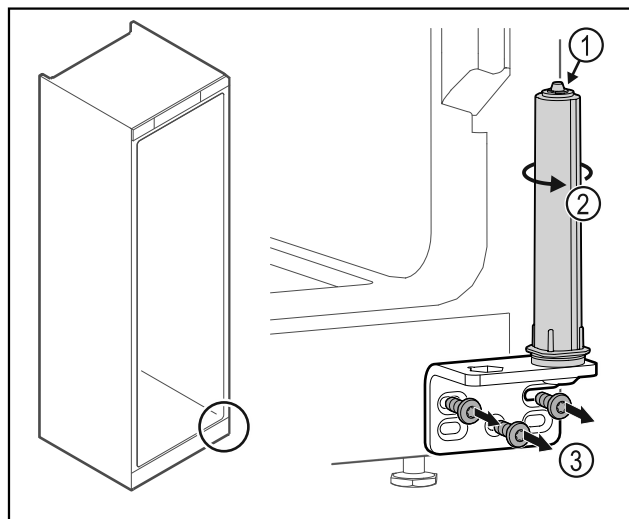

Fig. 33
- ▶ Ne rastavljajte sustav zatvaranja vrata Fig. 33 (1).
- ▶ Okrećite sustav zatvaranja Fig. 33 (2) dok ne klikne.
- ▶ Odvrnite kutne šarke Fig. 33 (3).